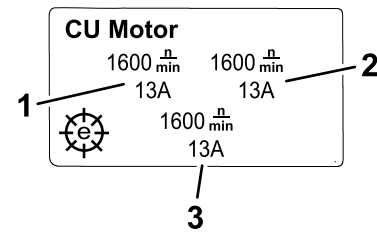

Bild 21
- **Informationsbildschirm für den Motor der Schneideinheit (Bild 21):** Zeigt